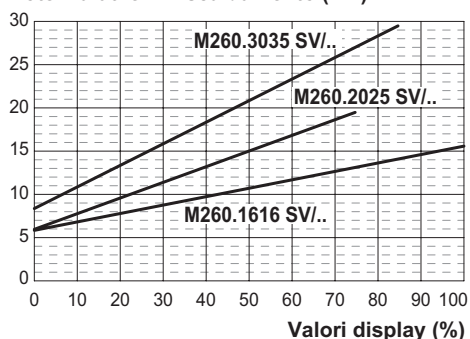
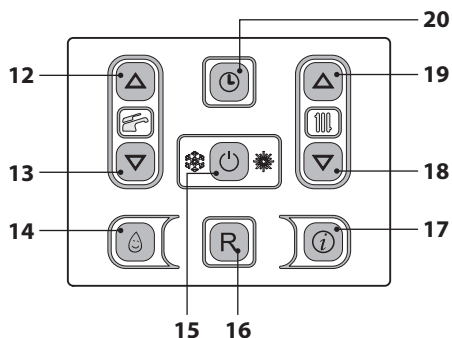
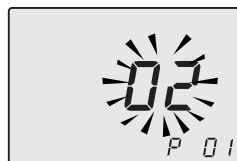

Figura 7.9
Figura 7.13
Figura 7.14
Il grafico in Figura 7.9 rappresenta come varia la potenza utile della caldaia in riscaldamento al variare del valore impostato nella scheda comando.
• Entrare in "modalità programmazione" premendo contemporaneamente per 10 secondi i tasti 15 - 18 - 19 (Figura 7.13) fino a far apparire sul display LCD le lettere **P01** e il valore del parametro, indicanti l'entrata nel "parametro 01" (Figura 7.14).
- Utilizzando i tasti 12 o 13 (Figura 7.13) è possibile modificare il valore del parametro 12 (riferirsi al grafico Figura 7.9 per determinare il valore corretto in funzione della potenza utile di riscaldamento).
- Premendo il tasto 15 (Figura 7.13) si ottiene la conferma del valore inserito.